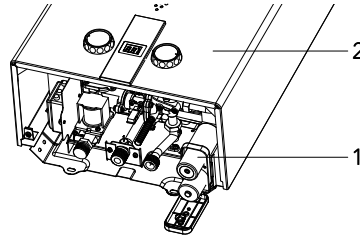

Рис. 1
- Перед включением водонагревателя необходимо установить батарейки (рис. 1). Отсек батарей (1) находится в нижней правой части водонагревателя. Для доступа к нему снимать кожух не нужно.